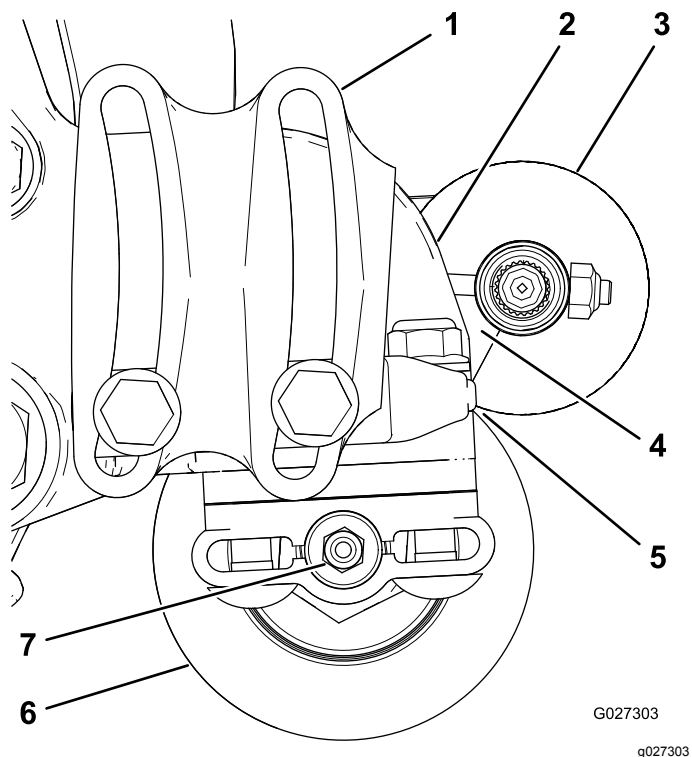

Рисунок 12
2. Расположите щетку катка так, чтобы она только слегка соприкасалась с задним катком (или слегка опиралась на него) (Рисунок 12).